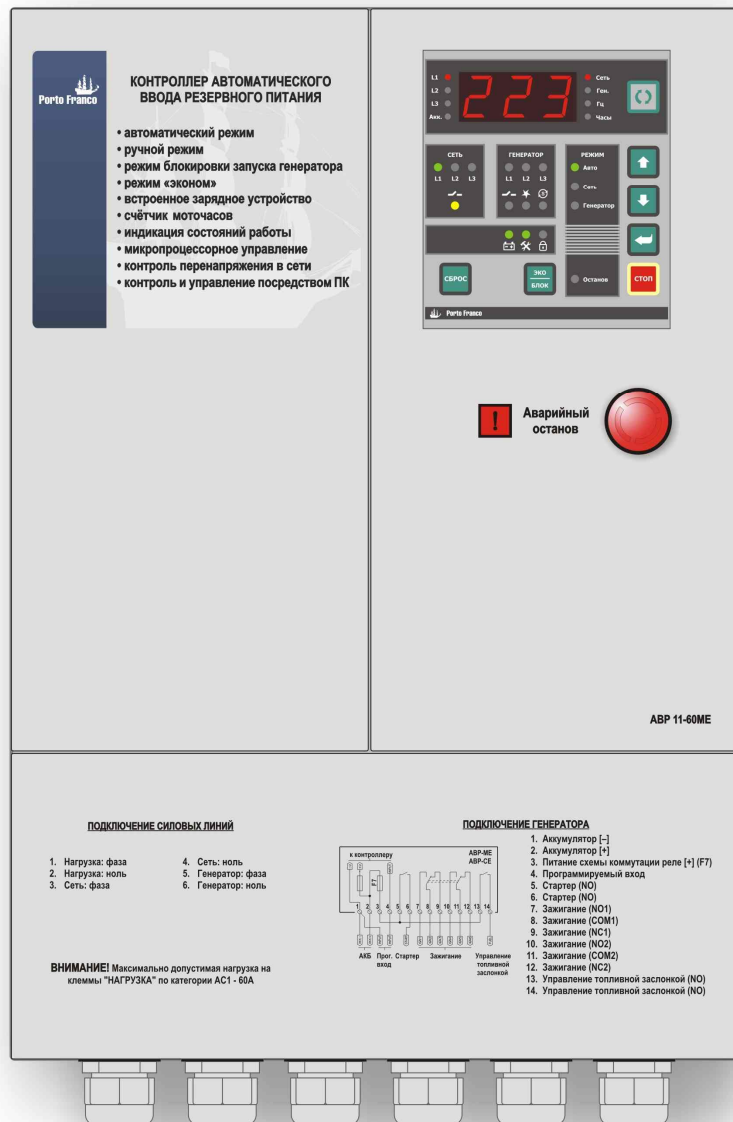

Рис. 5.1. Внешний вид контроллера АВР.
5.1.1 Конструктивно устройство выполнено в металлическом корпусе прямоугольной формы и предназначено для настенного монтажа. На фронтальной стороне расположена панель индикации и управления, а также кнопка «Аварийный останов». Внешний вид контроллера представлен на рис. 5.1.